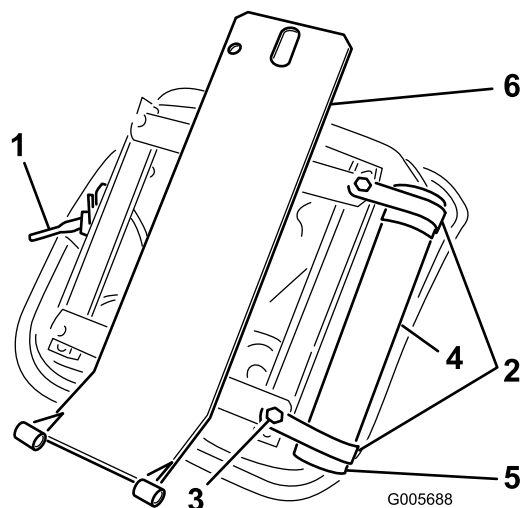

Figura 12
- Monte o conjunto da suspensão do banco com 4 parafusos de capa na parte de baixo do banco e fixe-o com 4 anilhas de retenção, anilhas planas e porcas (Figura 12).
- Desaperte ligeiramente (2) grampos R do lado direito da parte de baixo do banco com 2 parafusos de capa e anilhas planas fornecidos no kit (Figura 12). Instale o tubo manual nos grampos R e aperte os parafusos de capa (Figura 12).
- Monte o apoio do banco sobre quatro pinos roscados na parte de baixo do conjunto da suspensão do banco e fixe-o no lugar com porcas de flange (Figura 12).